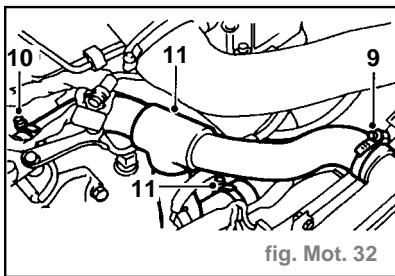

fig. Mot. 32
- Desserrer le collier (9) et débrancher la durit supérieure de radiateur de ce dernier (fig. Mot. 32).